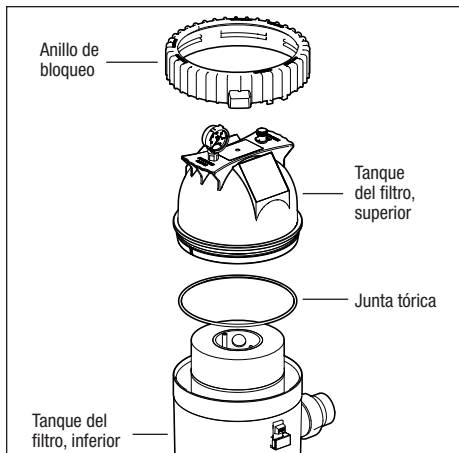

Figura 4. Ensamblaje del tanque superior/inferior
1. Asegúrese de que la junta tórica esté en posición en la mitad superior del taque. Resultará de ayuda para la instalación lubricar la junta tórica con un lubricante con base de silicona. Consulte la Figura 4.